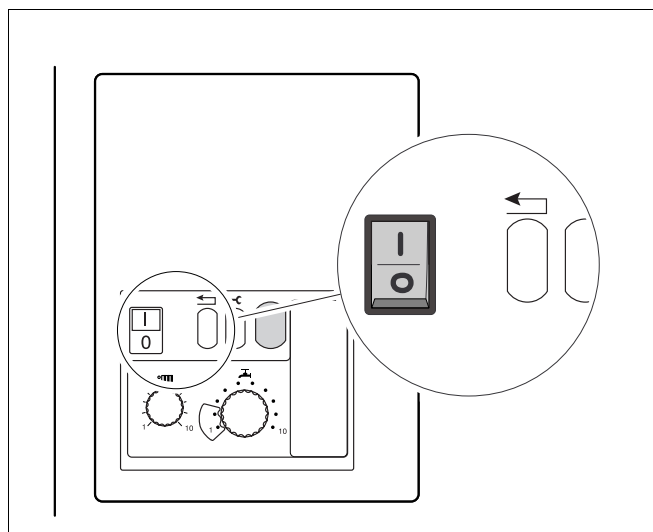

Fig. 26 Accensione del bruciatore
- Inserire la presa di rete e posizionare l'interruttore di rete su "I". Dopo un tempo di attesa di ca. 30 s si accenderà il bruciatore (fig. 26).